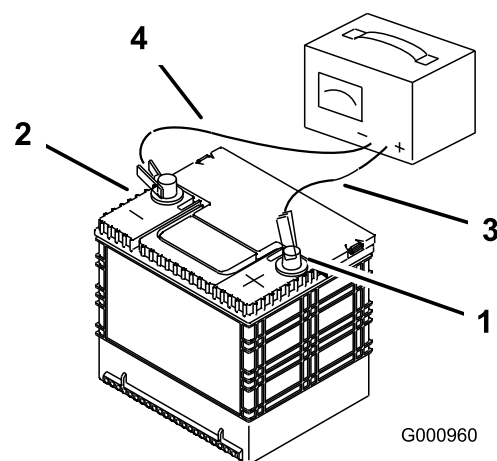

Figura 74
2. Quando a bateria estiver totalmente carregada, desligue o carregador da tomada elétrica e em seguida desligue os cabos do carregador dos bornes da bateria (Figura 74).